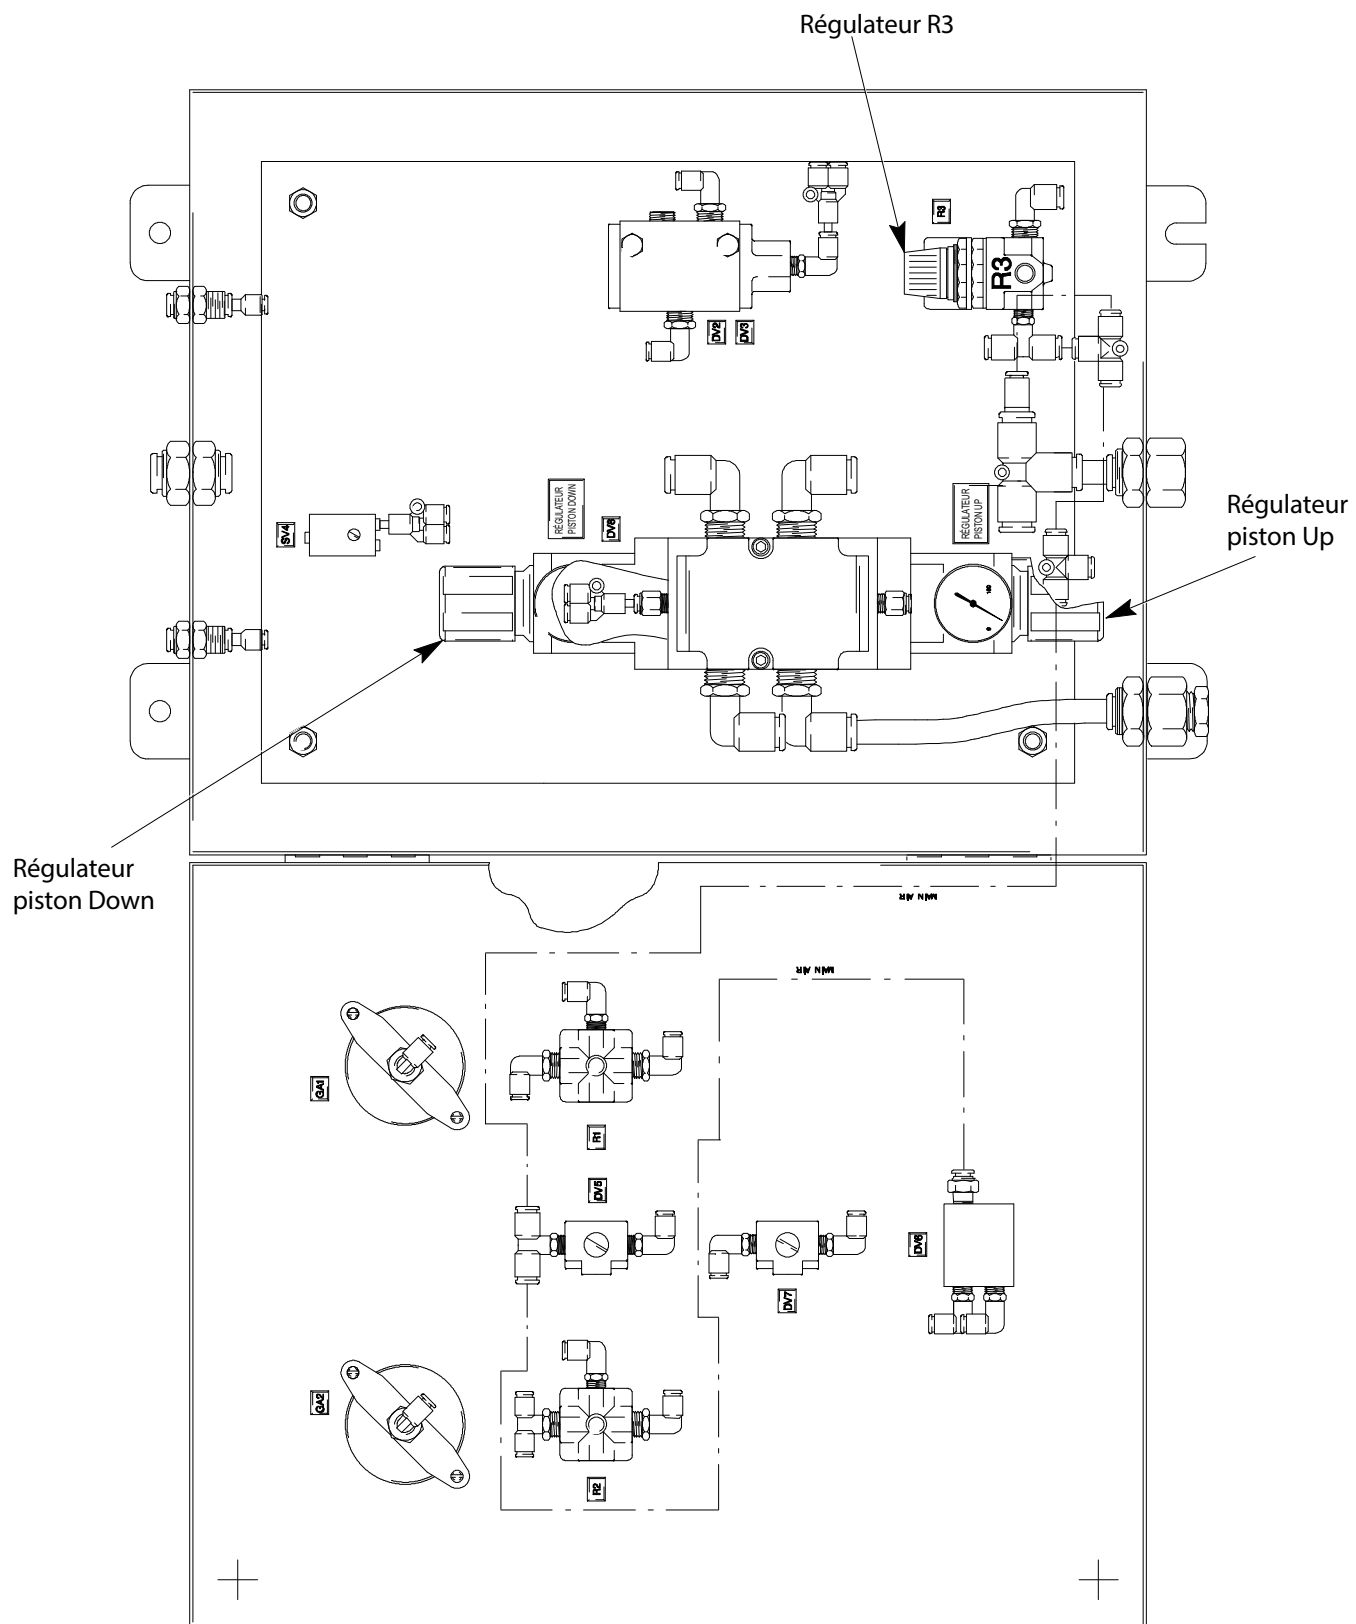

Fig. 10
- c. Réglez le commutateur de limite inférieure pour l'activer au niveau défini à l'étape 37.b. Voir la figure 10.